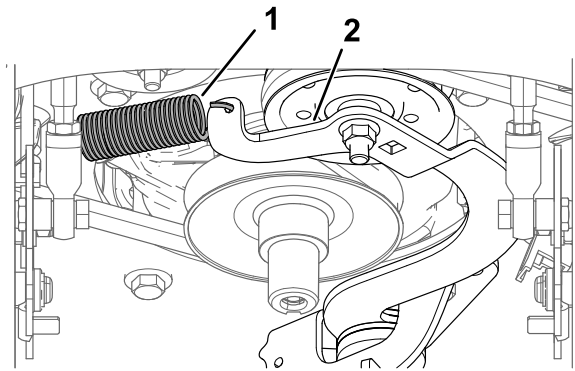

Bild 58
6. Setzen Sie eine Antriebsratsche in das Vierkantloch des Spannarms ein, um die Riemen­spannung zu lösen (Bild 58).
10. Befestigen Sie die Feder an der Verankerung. Verwenden Sie die Antriebsratsche, um die Feder zu spannen, damit der Riemen über die Lippe der Spannscheibe verläuft (Bild 58).